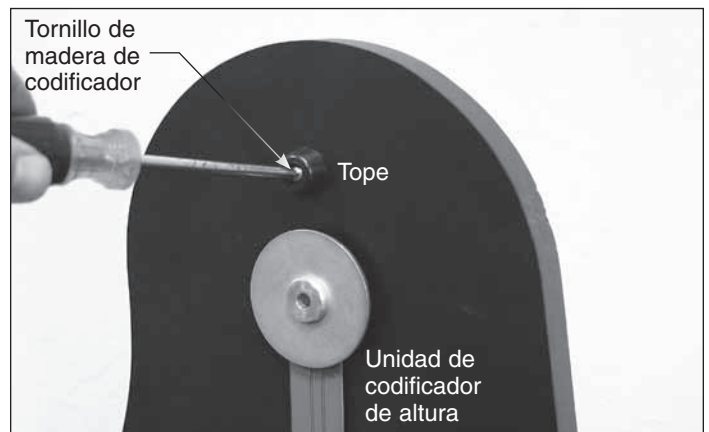

Figura 12. Monte el tope en el agujero guía situado encima de la unidad del codificador de altura utilizando uno de los tornillos de madera del codificador.
18. Hay un agujero guía por encima de la unidad del codificador de altura, que es donde se debe montar el tope de plástico (incluido en el kit de IntelliScope) que protege la unidad del codificador de altura. Tome el tornillo de madera del codificador restante del kit de IntelliScope, empújelo a través del tope y utilice un destornillador Phillips para enróscarlo en el agujero guía hasta que quede apretado (figura 12).